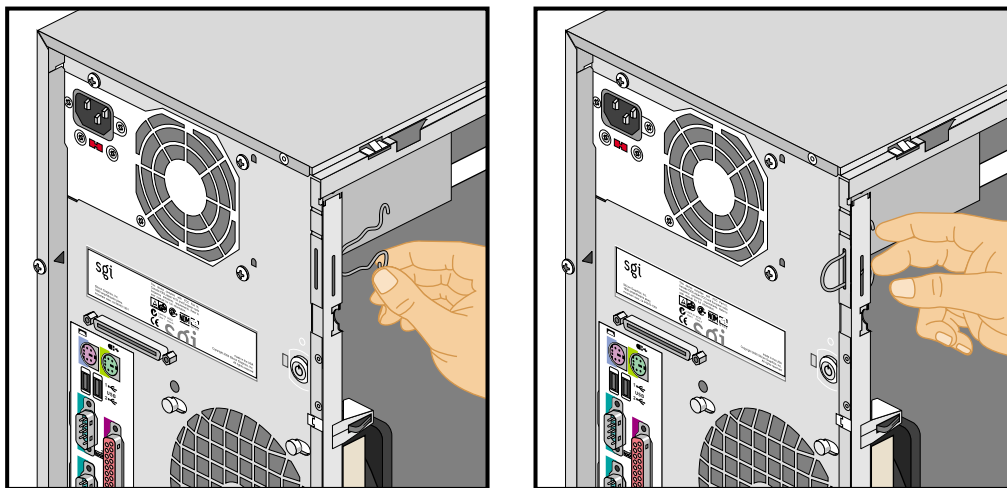

Figure 2-29 Installation de l'agrafe de sécurité dans sa fente
5. Insérer la boucle de l'agrafe de sécurité dans la fente à l'intérieur du châssis avant de la pousser jusqu'à encliquetage. La Figure 2-29 montre la procédure correspondante.